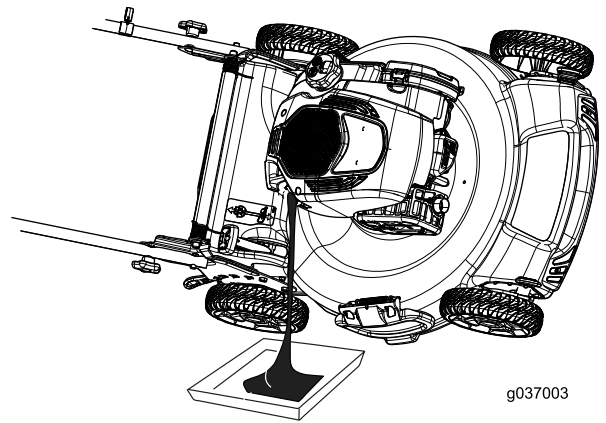

Figuur 31
3. Verwijder de peilstok door de dop linksom te draaien en eruit te trekken (Figuur 31).
10. Lees het oliepeil af van de peilstok (Figuur 31).